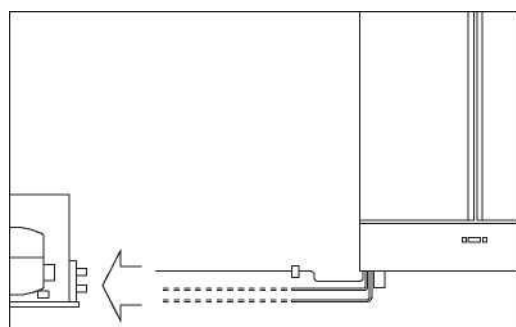

Рис.7
14.2 Подключение шкафа к конденсатору (Рис. 7)